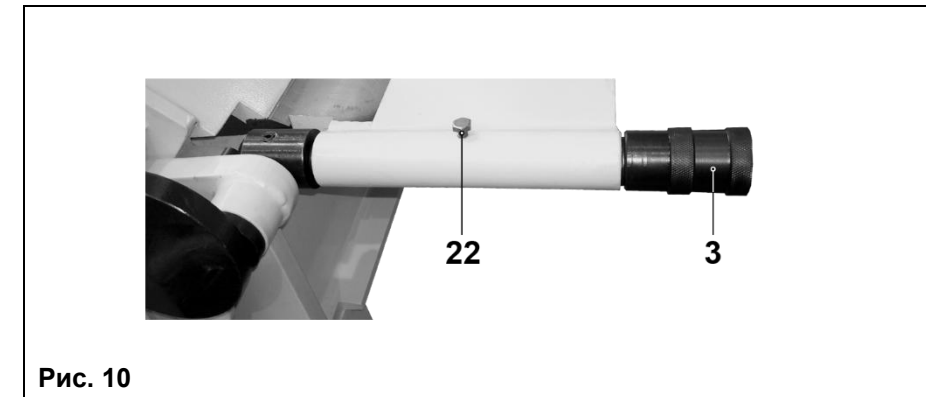

Рис. 10
8.2. Регулировка радиуса изгиба заготовки (Рис. 10)